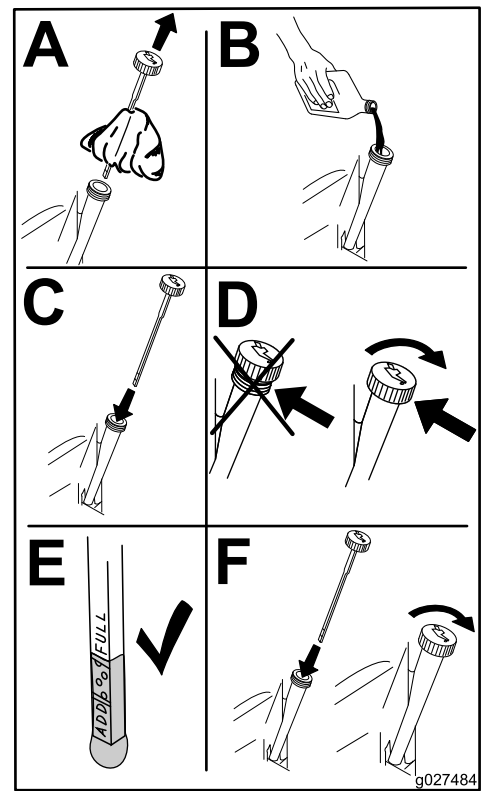

Figura 38
6. Vierta lentamente aproximadamente el 80% de la cantidad especificada de aceite por el orificio de llenado (Figura 38).
7. Compruebe el nivel de aceite; consulte Figura 38.